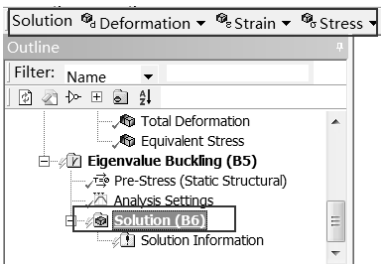

图 14-78 Solution 工具栏
Step1：选择 Mechanical 界面左侧 Outline（分析树）中的 Solution（B6）选项，此时会出现如图 14-78 所示的 Solution 工具栏。